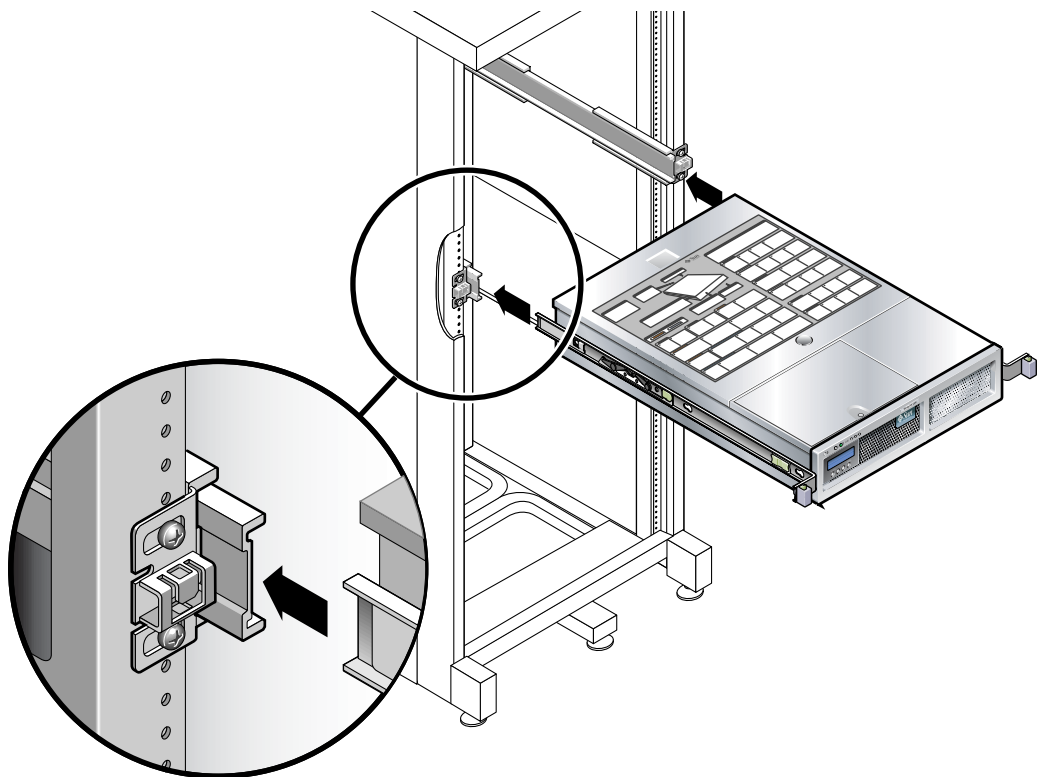

図 2-20 スライドレールへのシャーシの取り付け
10. 固定部品の端をスライドレールに差し込みます (図 2-20)。